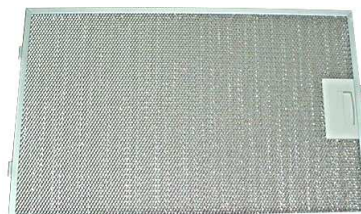

Abb. 11
- ✦ Klipsen Sie die Aluminiumfettfilter raus (Abb.11)
- ⤴ Klipsen Sie die Aluminiumfettfilter (Abb.11) wieder rein.
Des Weiteren sollten Sie unbedingt auf die Wechselintervalle der Aktivkohlefilter bzw. das Säubern der Aluminiumfettfilter (Abb.11) achten.
Den Aluminiumfettfilter (Abb.11) sollten Sie in Abhängigkeit des Gebrauchs mindestens einmal im Monat im Geschirrspüler oder per Hand mit Fettlösemitteln waschen.